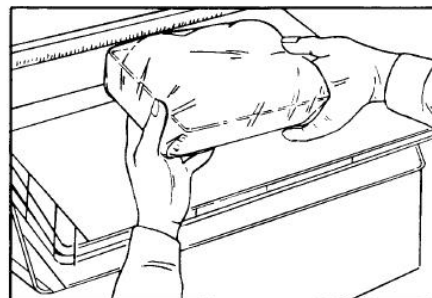

Fig. 7
6. Coloque el paquete rápidamente en el plato caliente y estire la película de los lados; doble lo que resta de película debajo del paquete (Fig. 7).